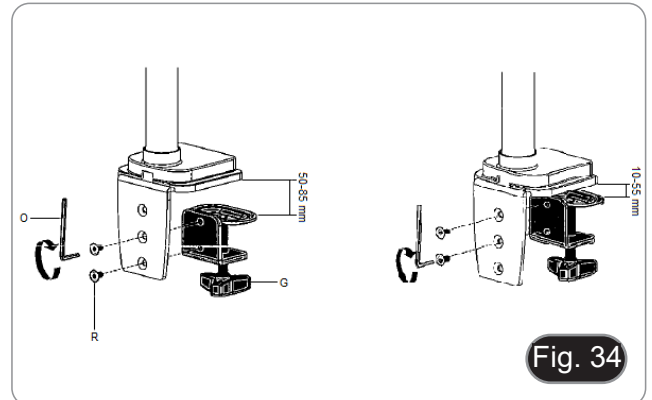

Fig. 34
4. Befestigen Sie die Klammer (G) mit den beiden Schrauben (R) am Klammerhalter (F). (Fig. 34)
- **HINWEIS:** Je nach Dicke des Tisches kann die Klemme (G) in zwei verschiedenen Positionen angebracht werden.